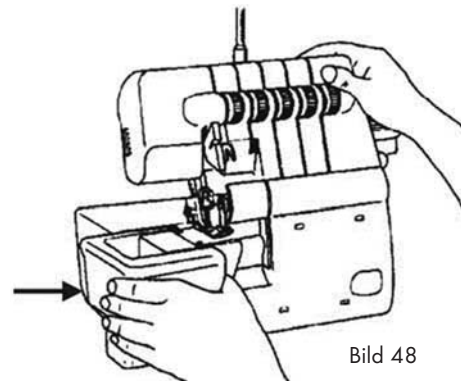

Bild 48
- För att sätta tillbaka skyddet för du det över friarmen 12 tills det snäpper fast (bild 48).